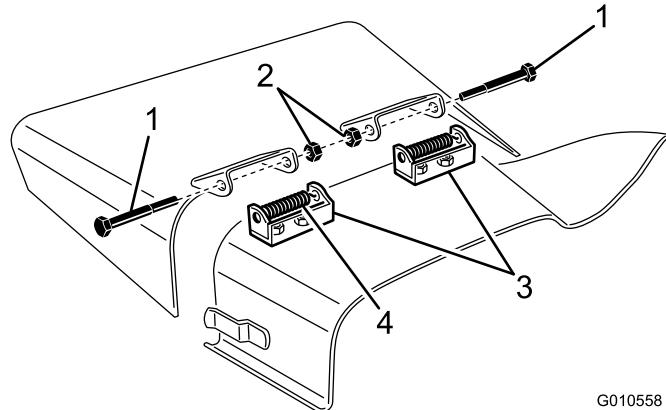

Figura 27
- Retire os 2 parafusos, porcas de bloqueio e molas que fixam o deflector aos apoios de articulação (Figura 27).
- Para remover os apoios de articulação, retire os parafusos de carroçaria e porcas (Figura 27).